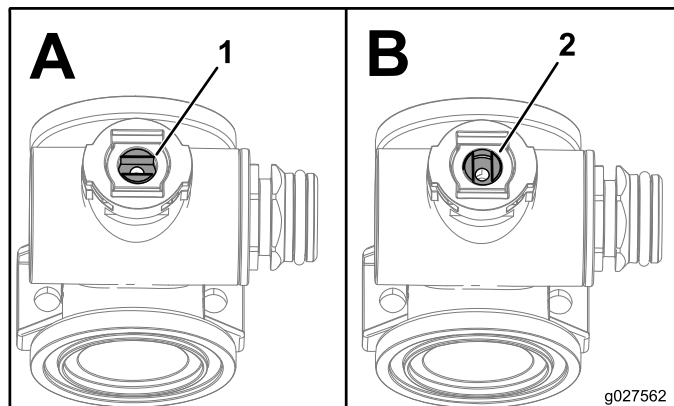

図 128
7. バルブステムアセンブリを「閉」にセットする 図 128。